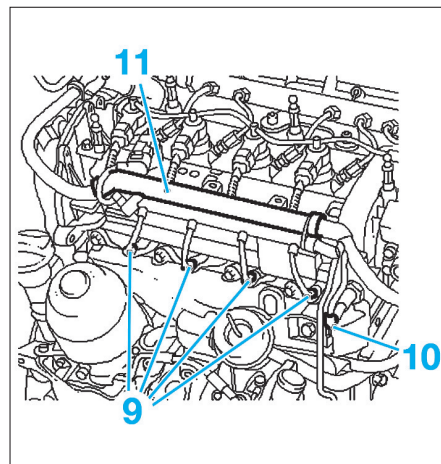

FIG. 44
- les connecteurs des bougies de préchauffage (9) (Fig.44),
- le connecteur du manostat de pression d'huile (10).
- Ecarter le faisceau (11) des bougies de préchauffage.